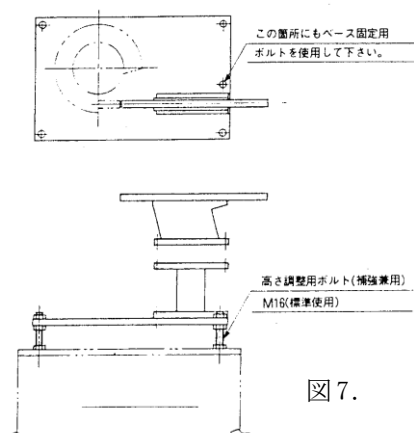

図7.
- 1) インラインフィーダをベース、架台等に取り付ける場合は図6、図7の注意事項を確認の上、行ってください。
このような時は、図7のように1台ずつベースに取り付けて分離してください。
また、ベース高さ調整ボルトも図7の指示部に設けてください。